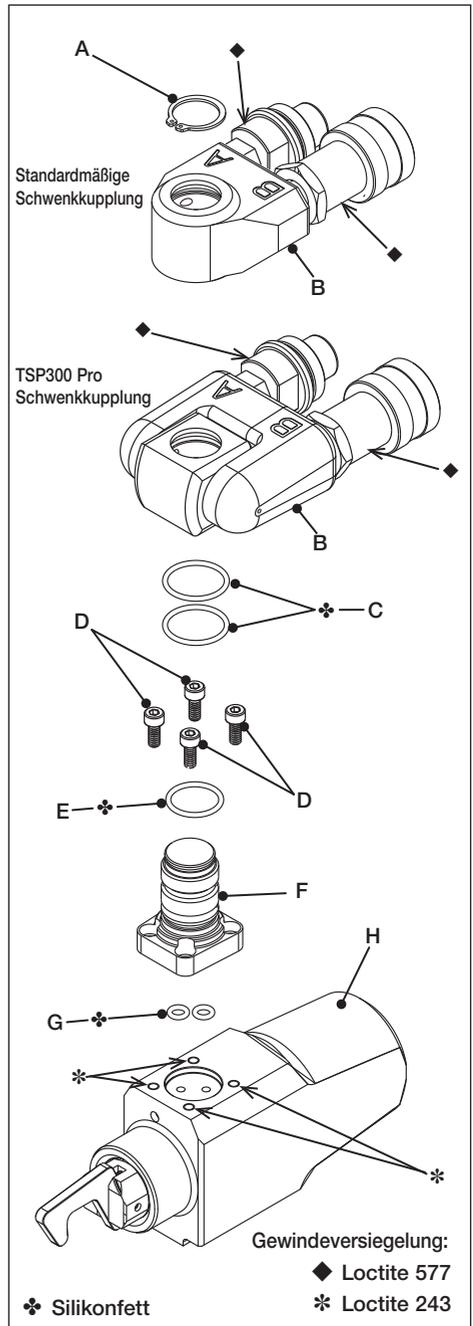

Abb. 16
## 5.3 Vollständige Wartung - Hydraulik-Schwenkkupplung und Antriebseinheit (Abb. 16, 17 und 19)
- Geben Sie etwas von der Gewindeversiegelung Loctite 243 in die Gewindebohrungen der Antriebseinheit. Für die Positionen siehe (\*) in Abbildung 16.
- Bringen Sie zwei O-Ringe (G) an den Anschlüssen der Basis der Schwenkkupplungsstange (F) an.
- Positionieren Sie die Schwenkkupplungsstange (F) auf der Antriebseinheit (H) und stellen Sie sicher, dass die Hydraulikanschlüsse ausgerichtet sind. Achten Sie darauf, dass die O-Ringe (G) nicht herausfallen und nicht eingeklemmt oder eingequetscht werden.
- Bringen Sie die entfetteten Inbusschrauben (D) an und ziehen Sie diese wie folgt an: